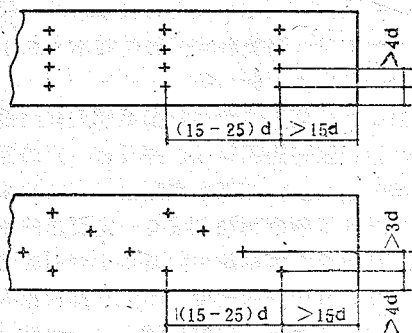

图 3 钉的排列
**钉结合** 钉子被打入木材后，木材受压便在钉子周围产生了摩擦力、木材的耐拔力（或称握裹力）便借助于此。摩擦力的大小同样和材质、钉径、钉入长度等因素都有关系。一般钉子直径不应大于工件厚度的 1/4。硬木不宜钉接。如必须钉接应先钻孔，孔径应小于钉径的 1/10—2/10，钻孔深度约为钉长的 6/10。用钉较多时，可按图 3 排列。